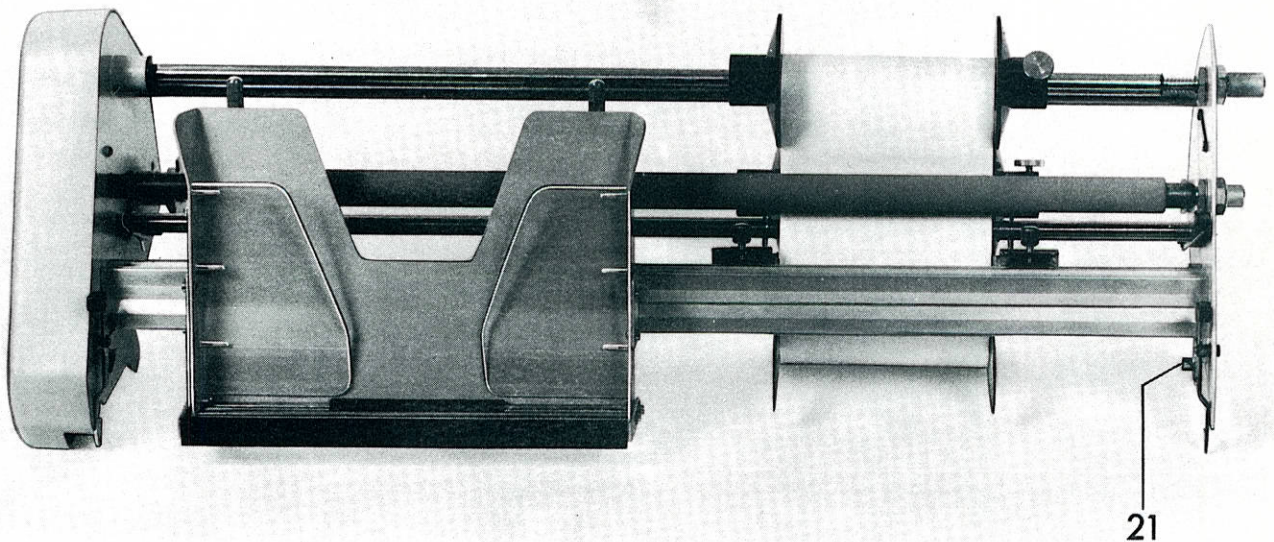

Abb. 1
Das Aufsetzen der PRK-Einrichtung auf den Schreibwagen geschieht durch Einhängen der hierfür seitlich angebrachten Lagerbolzen (Abb. 1), (21) in die am Schreibwagen vorgesehenen Lager.